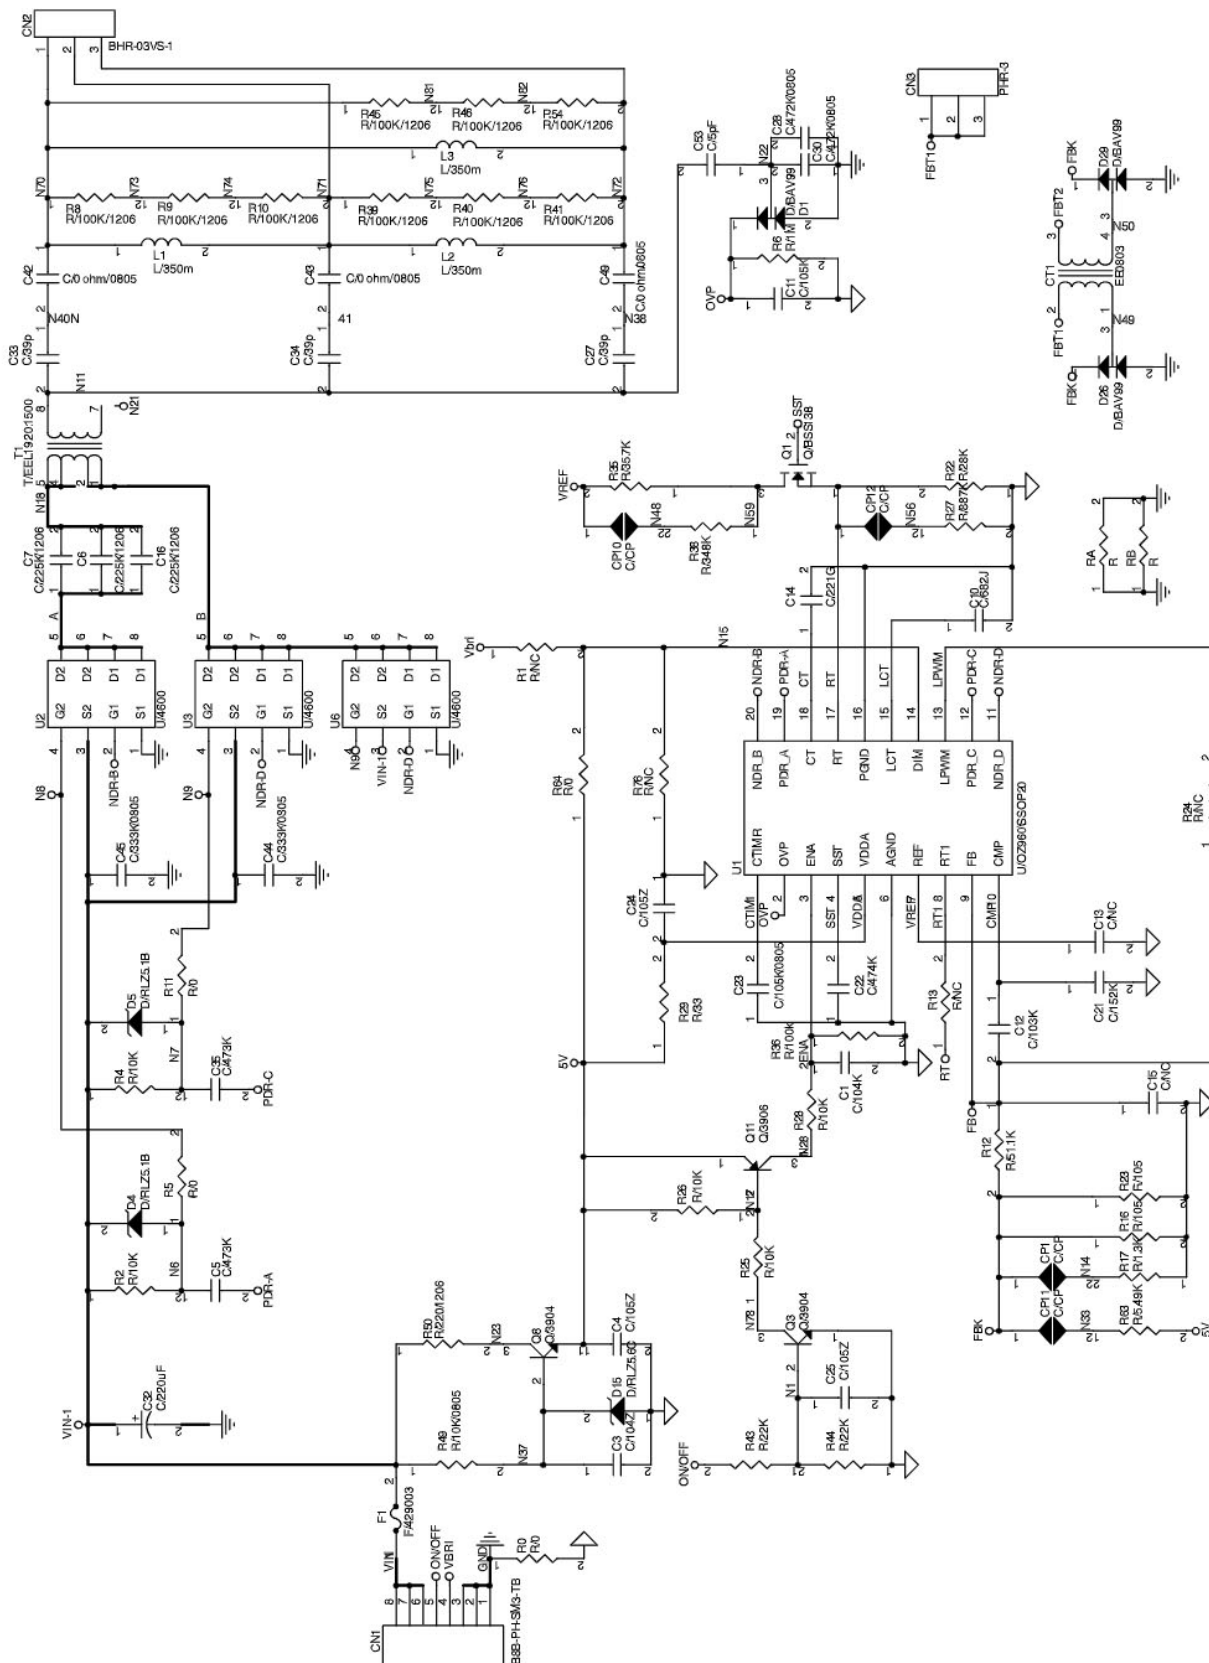
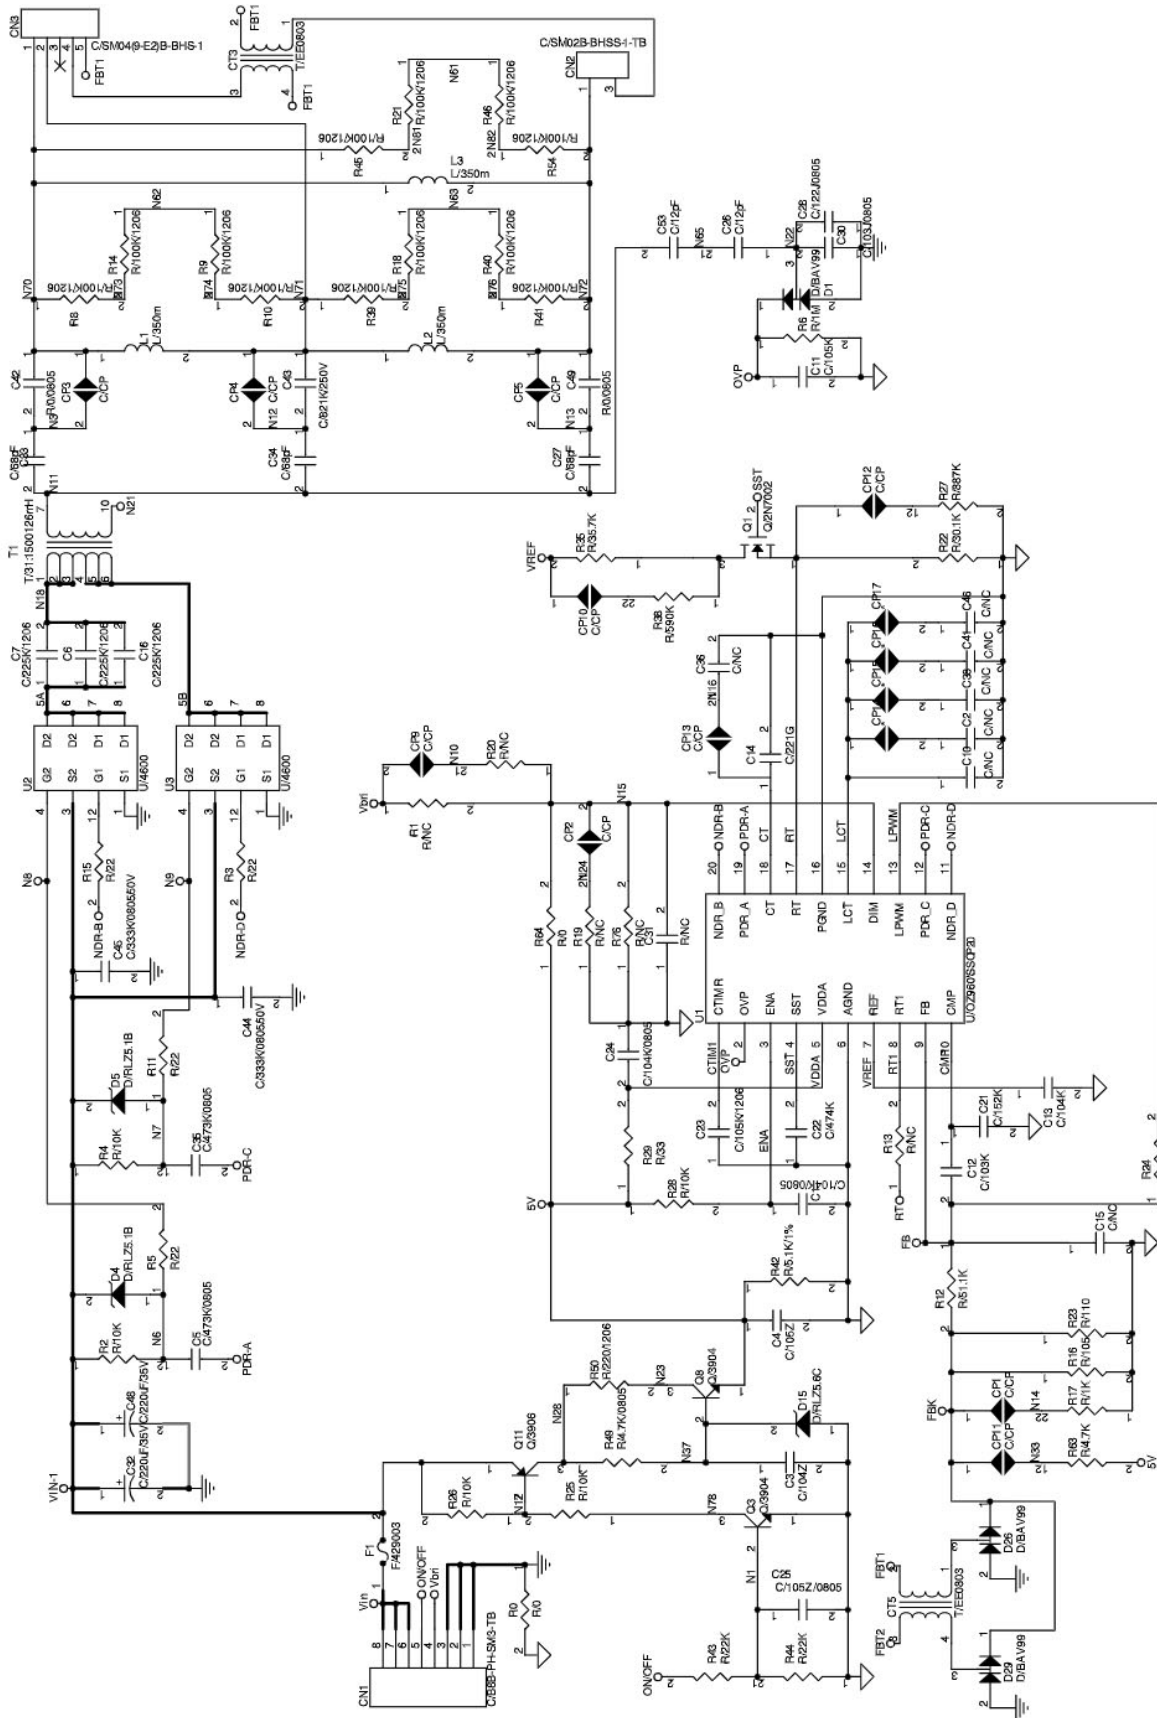

Рис. 2.4.2. Принципиальная схема узла инвертора IN1 для ЖК панелей LC150X01
Рис. 2.4.4. Принципиальная схема узла инвертора IN1 для ЖК панелей LC201V02
Эти инверторы собраны по заметно отличающейся от рассмотренной выше схеме. Принципиальные схемы каждого из этих инверторов разбиты на два узла: IN1 и IN2. Принципиальная схема инвертора для панели LC150X01 приведена на рис. 2.4.2 и 2.4.3, а для панели LC201V02 — на рис. 2.4.4 и 2.4.5.
- Q8, D15 (рис. 2.4.2, 2.4.4) — стабилизатор 5 В для питания U1;
- Q3, Q11 (рис. 2.4.2, 2.4.4) — схема включения;
- Q1 (рис. 2.4.2, 2.4.4) — ключ схемы «мягкого» запуска;
В телевизорах с 15- и 20-дюймовыми панелями в этом случае проверяют напряжение OVP на выв. 2 U1 (см. рис. 2.4.2 и 2.4.4). Если оно значительно отличается от номинального (более 2 В), то следует проверить цепи защиты от перенапряжения, подключенные к этому выводу. Если же напряжение OVP в норме, то следует проверить методом замены конденсатор C23, задающий время поджига (подключен к выв. 1 микросхемы U1). Если конденсатор исправен, проверяют напряжение на выв. 9 и 10 U1: напряжение на выв. 10 должно быть несколько больше, чем на выв. 9 (см. выше). Если это не так, то следует проверить емкостной делитель C12 C21.
При нарушении формы и/или частоты этого напряжения проверяют методом замены конденсаторы С14 и С21 (см. рис. 2.4.2 и 2.4.4).